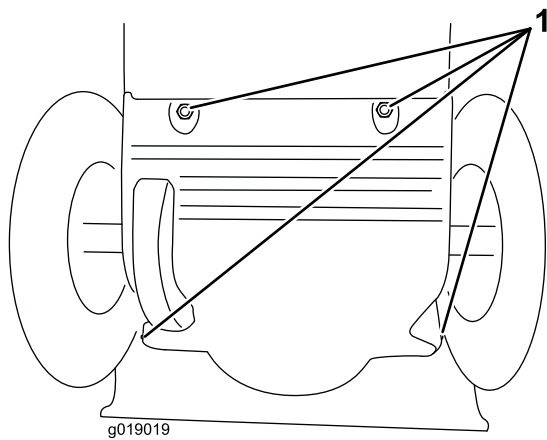

Figura 34
- Scoatei capacul posterior (Figura 34).